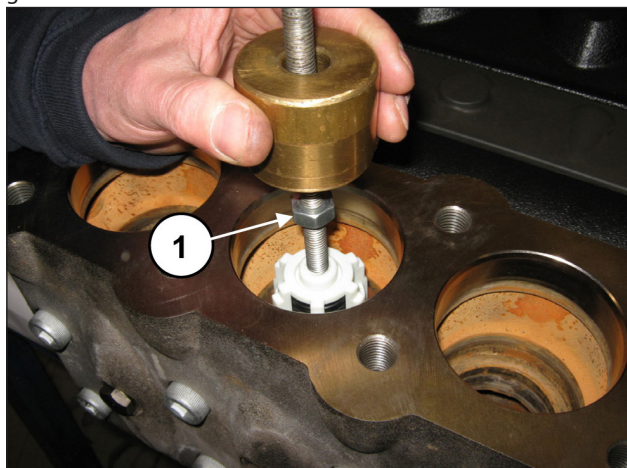

Fig. 100
Extraer el grupo de la válvula de envío aplicando un extractor de percusión (cód. 27516400) en el orificio M10 de la guía de la válvula (pos. ①, Fig. 100) o, como medida adicional, aplicar un adaptador M10-M16 (cód. 25089700) a la rosca M16 de la guía de la válvula.